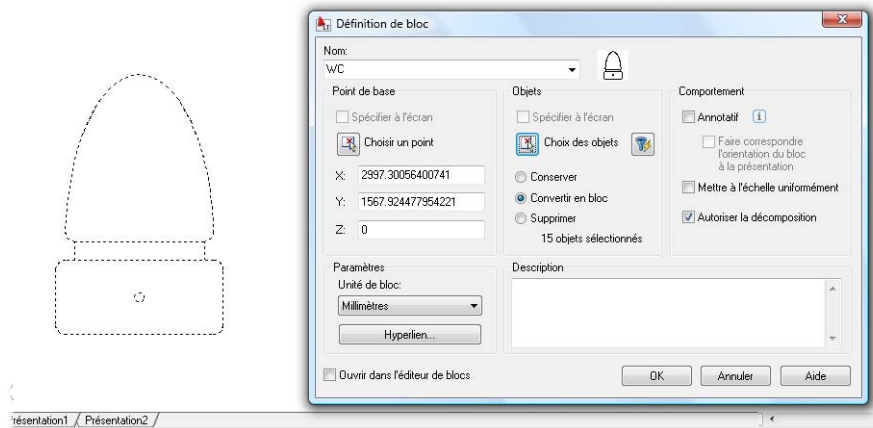

Figure 4.8
6. Après que vous avez validé, AutoCAD montre les paramètres du bloc dans la boîte de dialogue Définition du bloc (à droite du nom du bloc apparaît également une image miniature du bloc créé) [voir Figure 4.8]. Cliquez sur OK pour valider une dernière fois et le bloc est créé.